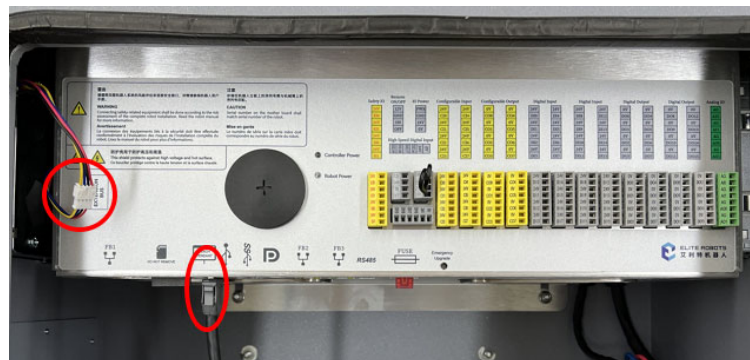

图 3-38 安装钣金、螺母，重连线缆
- 将安装钣金模块装回箱体，装好 4 颗防松螺母，接上风扇连接线，接上示教器线缆，如图 3-38 所示；